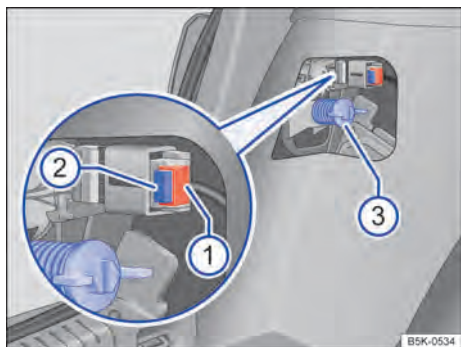

Fig. 207 Lateralmente no compartimento de bagagem: Desinstalar a lanterna traseira.
4. Retirar o fusível → Fig. 207 . Pressionar o bloqueio do conector e retirar o conector.
12. Segurar a lanterna traseira na posição de montagem com uma das mãos e rosquear o parafuso de fixação com a outra mão → Fig. 207 .